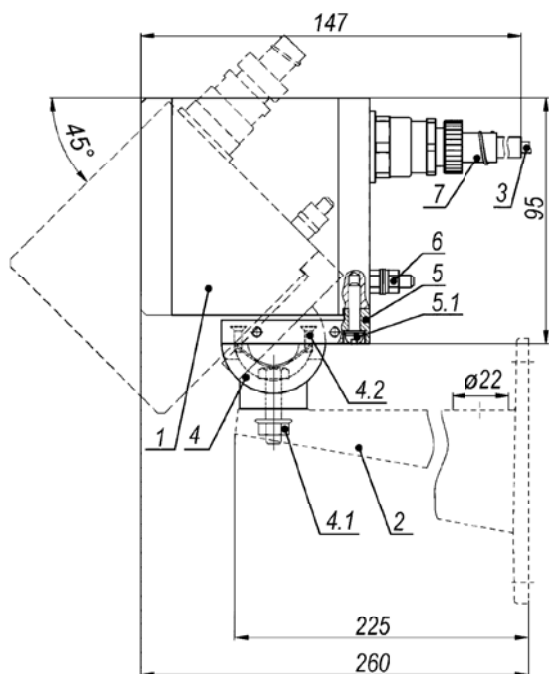

Рисунок 1 – Состав, габаритные и установочные размеры.
| 12 | Габаритные размеры, мм | см. рисунок 1 | | | | | |
1. Установить прожектор одним из четырёх способов – рисунок 1, 2, 3, 4.
1.1 Установка прожектора на кронштейн (рисунок 1):
- установить кронштейн 2 (рисунок 1) на штатное место и закрепить на нём прожектор 1;
- ослабив гайку болта фиксации шарнира 4.1 (рисунок 1), установить прожектор на нужное направление обзора, после чего надёжно зафиксировать шарнир, затянув болт.
- отсоединить основание прожектора 5 (рисунок 1) от корпуса прожектора, выкрутив два винта 5.1 (рисунок 1);
- отсоединить шарнир 4 (рисунок 1) от основания 5 (рисунок 1), выкрутив винты 4.2 (рисунок 1);
- установить обратно основание прожектора 5 (рисунок 1) на прожектор;
2. Заземлить прожектор с помощью болта заземления 6 (рисунок 1).